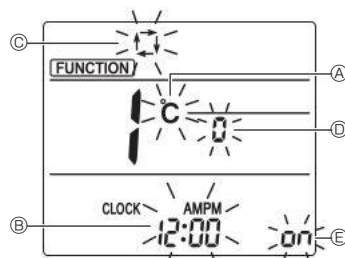

Fig. 7-10
| Στοιχείο                              | Ρύθμιση                                    | Fig. 7-10 |
3. Πατήστε το κουμπί **UP** ④ για να αλλάξετε τον αρ. λειτουργίας. Βεβαιωθείτε ότι εμφανίζεται ο αρ. λειτουργίας "1" και, στη συνέχεια, πατήστε το κουμπί **SET** ③. Θα εμφανιστεί η οθόνη ρύθμισης ενδείξεων. (Fig. 7-10)